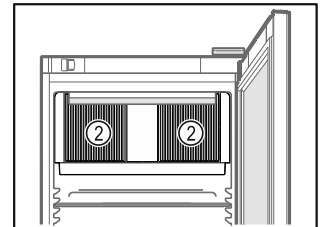

Fig. 54
- ❑ Дръжте вентилационните отвори Fig. 54 (2) на циркуляционния вентилатор във вътрешността свободни.